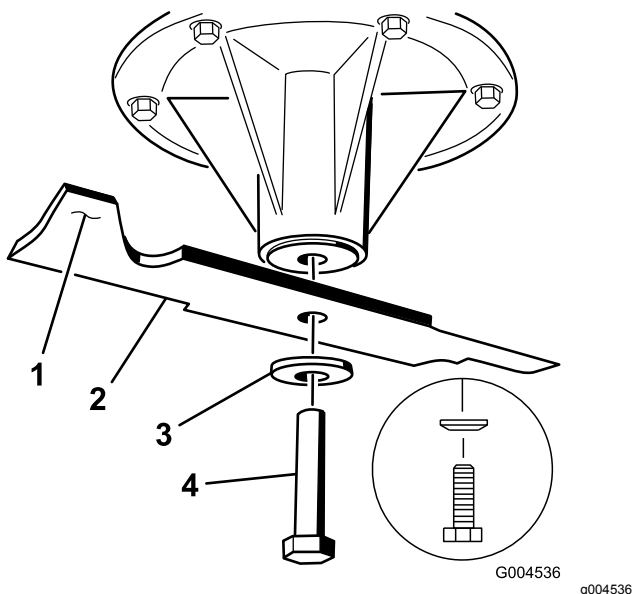

Figura 77
2. Instale a lâmina no eixo (Figura 77).
3. Instale a anilha curva e o parafuso da lâmina (Figura 77).
Nota: O cone da anilha curva deve ser montado virado para a cabeça do parafuso (Figura 77).